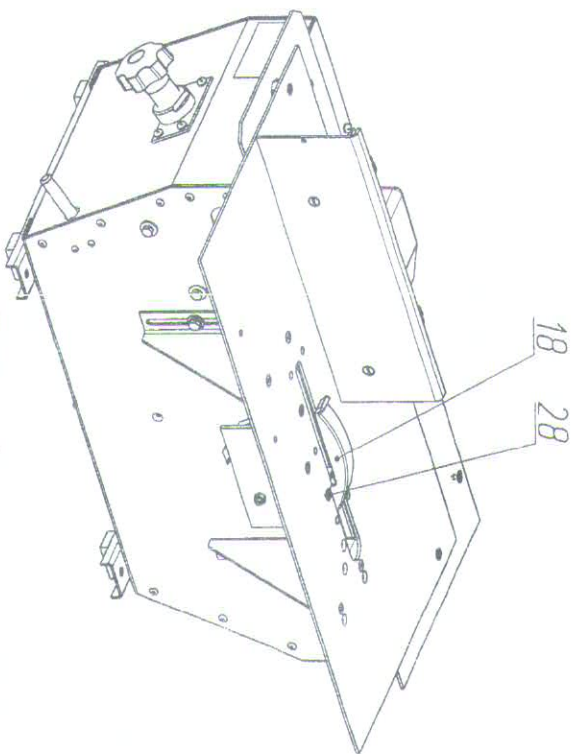

Рисунок 6
Фрезерование пазов (Рисунок 6)
- при помощи винтов **28** закрепите на плите **8** приспособление **18** (**Рисунок 6**);